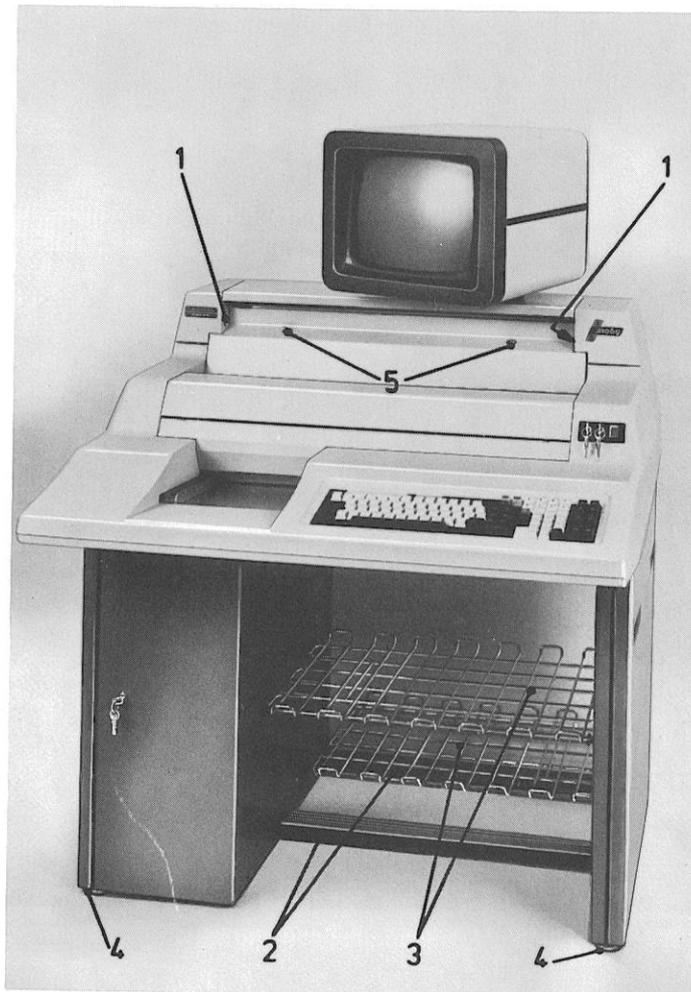

Abb. 12
- 1.1 Verkleidungsblech der Auswurftransporteinrichtung nach vorn wegziehen (Griffmulden Abb. 12 Pos. 5).
- 1.1 Ablagekasten in die seitliche Verkleidung der Transporteinrichtung einhängen. Abb. 12 Pos. 1
- 1.3 Fußleisten aufstecken auf die unteren Tischgestellverstreben. Abb. 12 Pos. 2
- 1.4 Ablageroste nach Abb. 12 Pos. 3 auflegen.
Die Standfüße Abb. 12 Pos. 4 sind verstellbar. Mit Ihnen sollen Unebenheiten im Fußboden ausgeglichen werden.